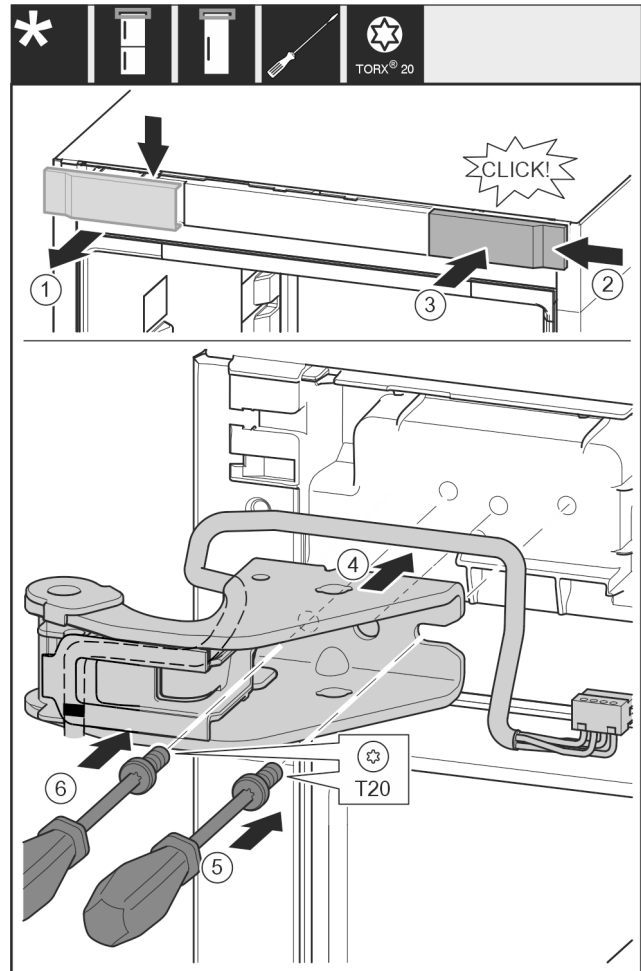

Fig. 22
- ▶ Vegye ki felülről az alsó fedelet előrefelé. Fig. 22 (1)
- ▶ Akassza be a fedelet 180°-kal elfordítva a másik oldalra jobbról. Fig. 22 (2)
- ▶ Pattintsa be a fedelet. Fig. 22 (3)
- ▶ Helyezze fel a felső csapágybakot. Fig. 22 (4)
- ▶ Helyezze fel és húzza meg a csavart a T20 csavarhúzóval. Fig. 22 (5)
- ▶ Helyezze be és húzza meg a csavart a T20 csavarhúzóval. Fig. 22 (6)